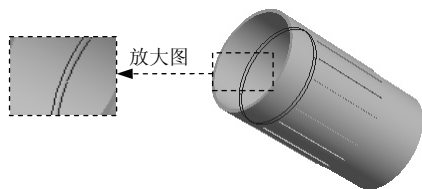
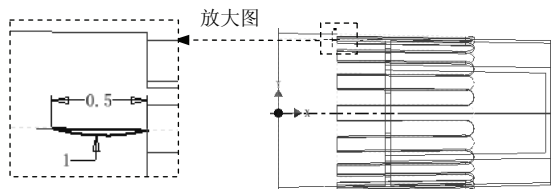

图 8.18 旋转 4
图 8.19 截面草图
- (1) 选择命令。在 **阵列** 区域中单击 按钮。
- (2) 选择要阵列的特征。在图形区中选取拉伸特征 2（或在浏览器中选择“拉伸 2”特征）。
- (3) 定义阵列参数。
- ① 定义阵列轴。在“环形阵列”对话框中单击 按钮，然后在浏览器中选取“Y 轴”为环形阵列轴。
- ② 定义阵列实例数。在 **放置** 区域的 按钮后的文本框中输入数值 4。
- ③ 定义阵列角度。在 **放置** 区域的 按钮后的文本框中输入数值 360.0。
- (4) 单击 **确定** 按钮，完成环形阵列的创建。
Step 10 创建图 8.18 所示的旋转特征 4。
- (1) 选择命令。在 **创建** 区域中单击 按钮，系统弹出“创建旋转”对话框。
- (2) 定义特征的截面草图。单击“创建旋转”对话框中的 **创建二维草图** 按钮，选取 YZ 平面为草图平面，进入草绘环境，绘制图 8.19 所示的截面草图。